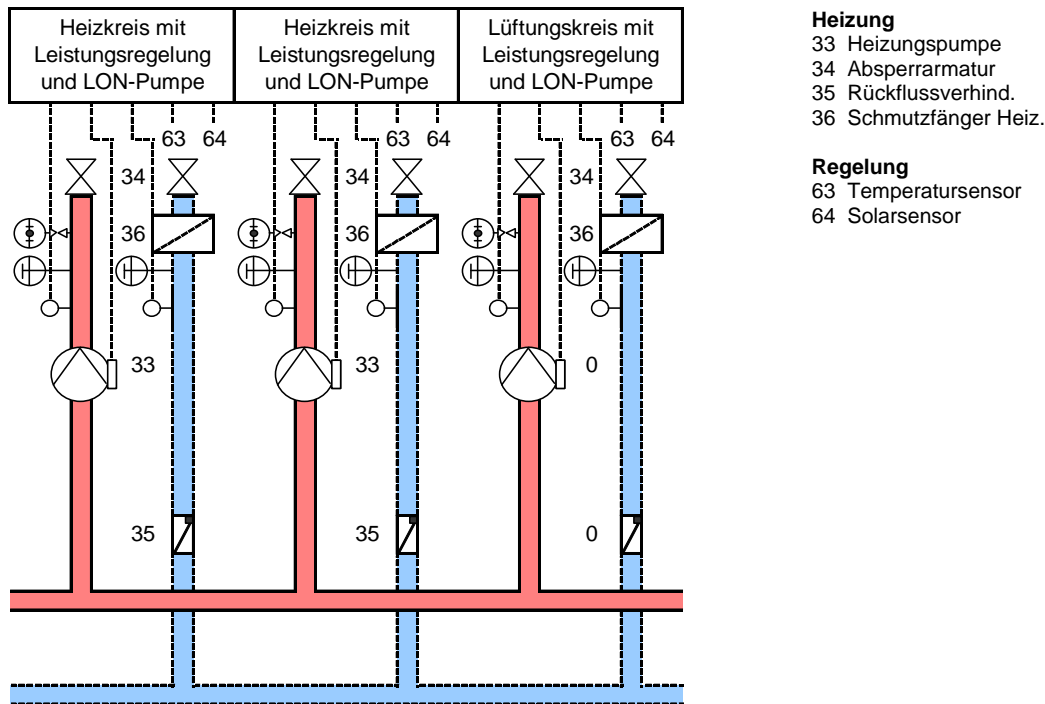

Bild 9 Heizkreise mit Leistungsregelung und LON-Pumpe
6. Heizkreisregelung über Wärmeleistung im Heizkreis mit Pumpe (Bild 9)